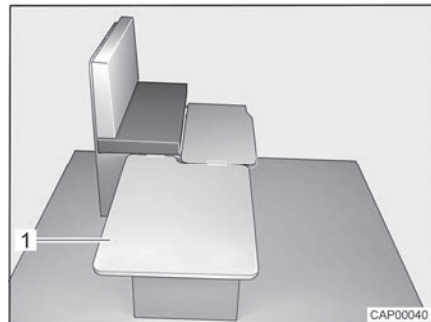

Bild 81 Während des Umbaus
- Einlegebrett (Bild 81,1) seitlich an der Sitzbank einhängen und auf den Tisch legen.